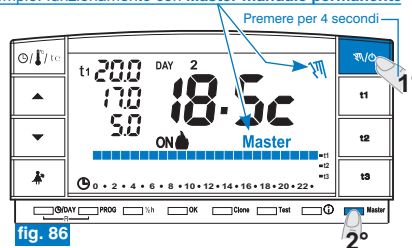

fig. 86
- Sul cronotermostato MASTER mantenere premuto il tasto “” (circa 4 sec.) per entrare in funzionamento manuale permanente; il simbolo “” diventa fisso (vedere dettagli al paragrafo 7.1/B) (esempio in fig. 86).